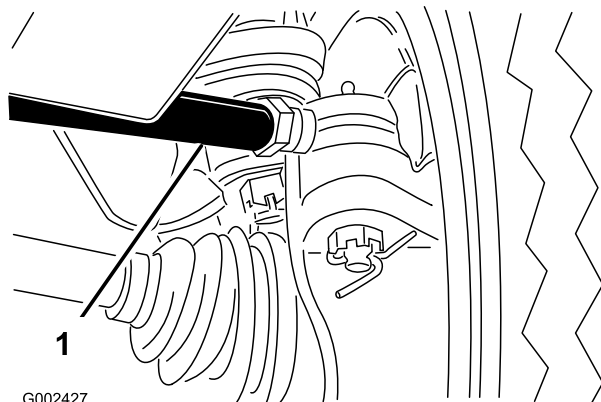

Bild 58
- Lösen Sie am linken Vorderrad die Klemmmuttern an beiden Seiten der Drehschnalle (Bild 58).